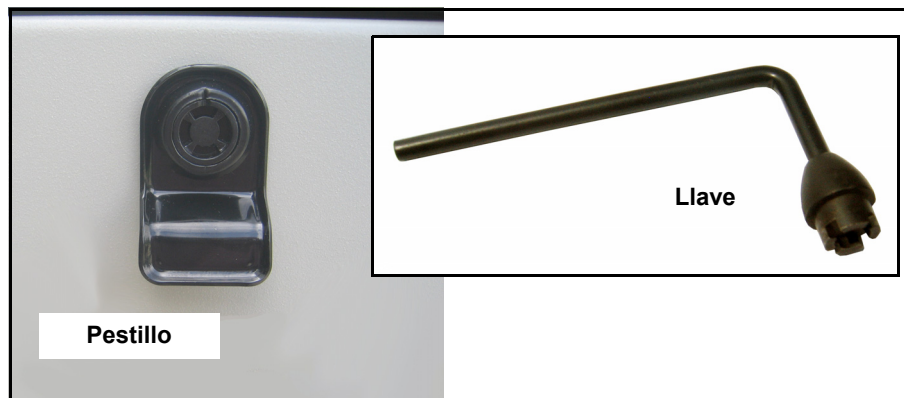

Figura 5-4. Llave de panel de acceso
1. Inserte la llave en el pestillo y gire 1/2 vuelta en sentido contrahorario. Vea la Figura 5-4.